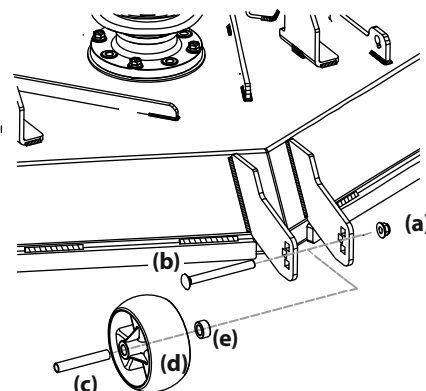

Figure 12
6. Retirez l'écrou autobloquant (a) qui sert à retenir la roue antidégazonnement avant (b) au plateau de coupe. Enlevez la vis à épaulement (b), l'entretoise (c) et la bague (e) pour retirer la roue (d). Voir Figure 12.
1. Retirez le protecteur en plastique, le cas échéant, de la borne positive. Connectez le raccord rouge à la borne positive (+) avec un boulon et un écrou. Voir Figure 12.